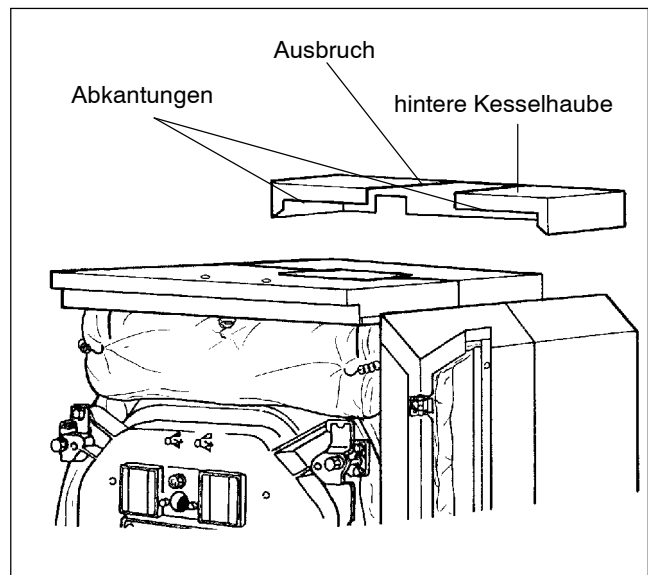

Abb. 41
- Hintere Kesselhaube mit den Abkantungen und dem Ausbruch für den Heizkreisvorlauf nach vorn auf die Seitenwände auflegen (Abb. 41).